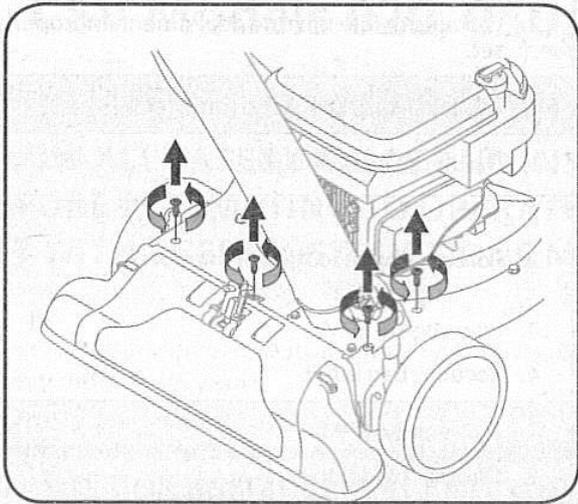

図8-10
6. ノズルカバーを固定している本体前方上部に付いている4本のスクリューを外します。(図8-10)